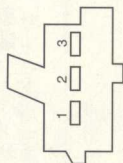

图1-4 霍尔传感器插头
3) 拔下霍尔传感器G40的3针插头(图1-4), 用万用表测量端子3与搭铁间电阻, 为导通; 再测量端子1与3电压, 在点火开关打开时, 为0V。而维修资料上规定, 端子1和3间的电压, 在点火开关打开时应不小于4.5V。